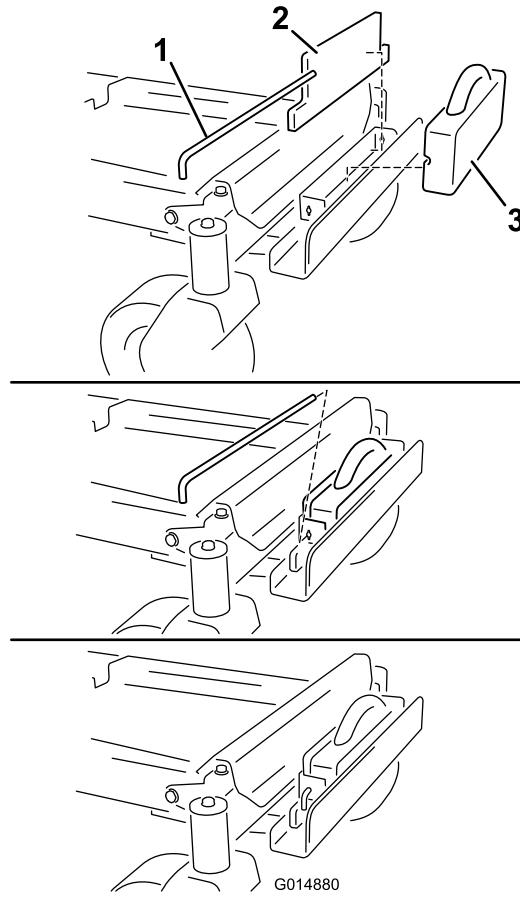

Bild 9
6. Befestigen Sie einen flachen Ballast an der Halterung und bewegen sie nach hinten, bündig mit der Halterung (Bild 9).
7. Befestigen Sie einen Kofferballast vor dem flachen Ballast (Bild 9). Die Kerbe im Kofferballast sollten nach hinten zeigen.
8. Befestigen Sie den Ballast mit einer verkeilten Querstange an der Halterung (Bild 9). Setzen Sie die Stange ein und drehen Sie um 90 Grad nach unten, um sie zu arretieren.